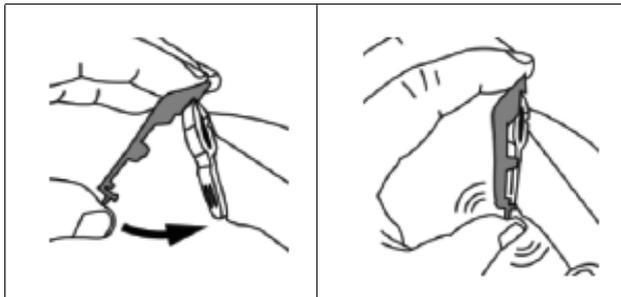

Рис. 3
- Если необходимо установить длину волос от 4 до 16 мм, переместите регулятор (3) в нижнее положение «(3,1 - 3,9 мм)» и установите соответствующую насадку (7).
- Чтобы установить насадку (7), вставьте лезвия (1,2) в выбранную насадку (7), опустите насадку (7) до срабатывания фиксатора, при этом услышите щелчок, когда пружинный фиксатор насадки войдет в углубление (рис. 3).
- Чтобы снять насадку (7) подденьте большим пальцем выступающую часть фиксатора и аккуратно снимите насадку (7) с корпуса (рис. 3).